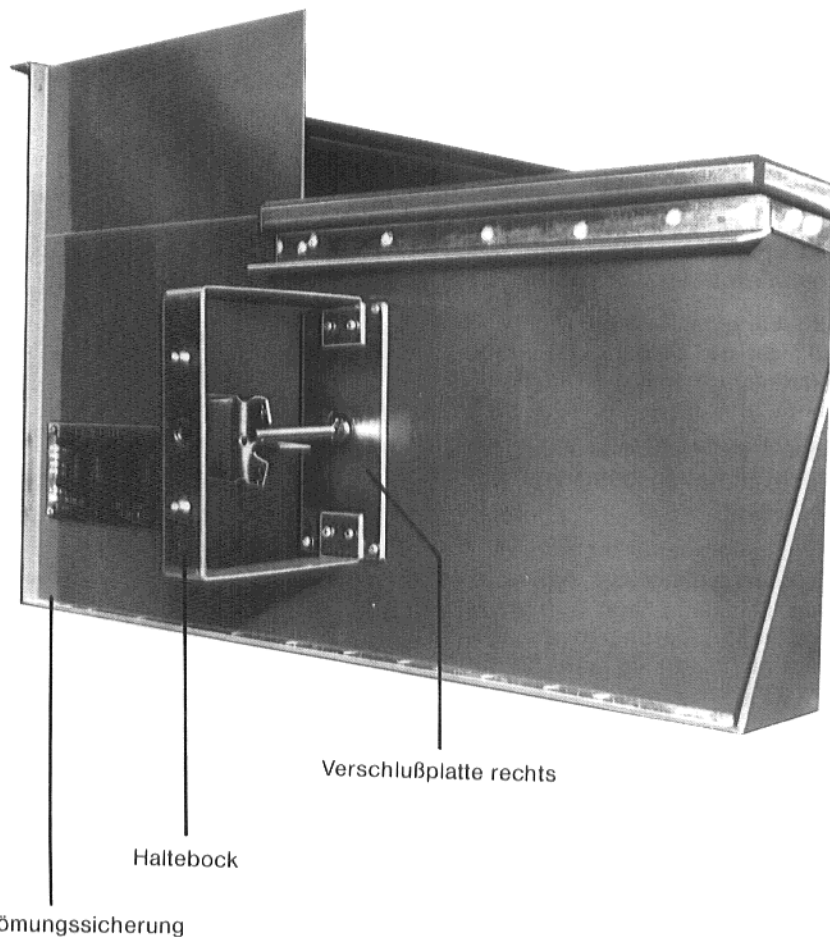

Abb. 18
- Verschlussplatte rechts mit 4 Blechschrauben an die Seitenwand der Strömungssicherung montieren (siehe Abb. 18).
- Haltebock mit Distanzbolzen an der Verschlussplatte anschrauben (Abb. 18).